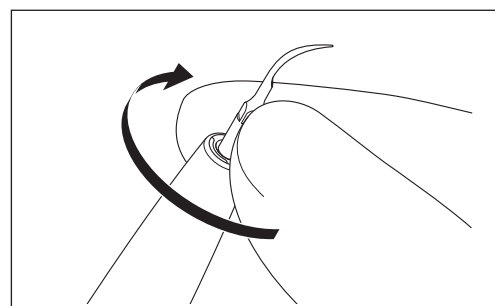

Fig. 15
- 2) Faites pénétrer l'insert dans l'extrémité distale de la pièce à main et vissez-le jusqu'à ce qu'il soit légèrement serré (Fig. 15).